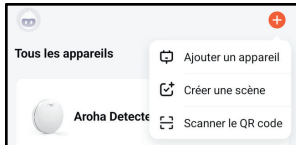

Figure 1: Ajouter un appareil dans l'application
Étape 5: Cliquez sur le «+» dans le coin supérieur droit de l'écran d'accueil de l'application. Choisissez ensuite «Ajouter un appareil», comme vous le voyez sur la figure 1. L'application recherchera désormais automatiquement les appareils en mode couplage. Suivez les étapes décrites dans l'application.